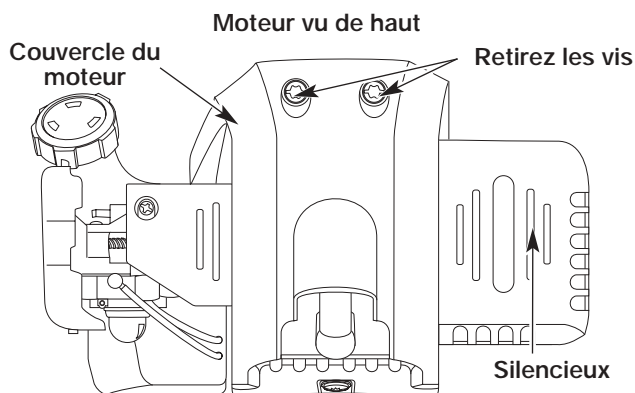

Fig. 68
2. Enlevez les deux vis (2) du haut du couvercle du moteur à l'aide d'un tournevis à lame plate ou T-25 Torx (Fig. 68).
6. Déposez le couvercle du moteur (Fig. 68).